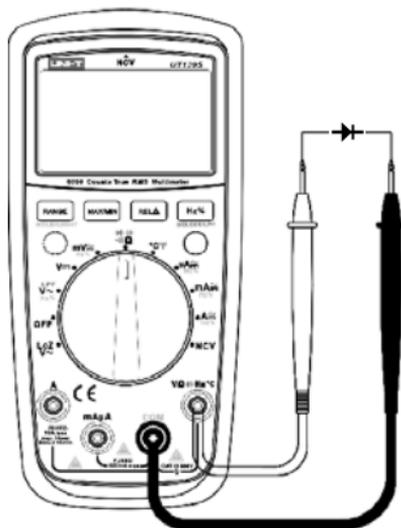

Рисунок 5
- 1) Установите поворотный переключатель в положение $\rightarrow \Omega \rightarrow \rightarrow$ (Рисунок 5).